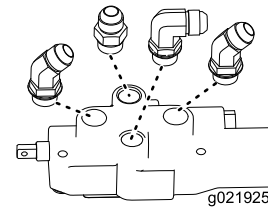

Figura 7
1. Instale los acoplamientos según se muestra en Figura 7.